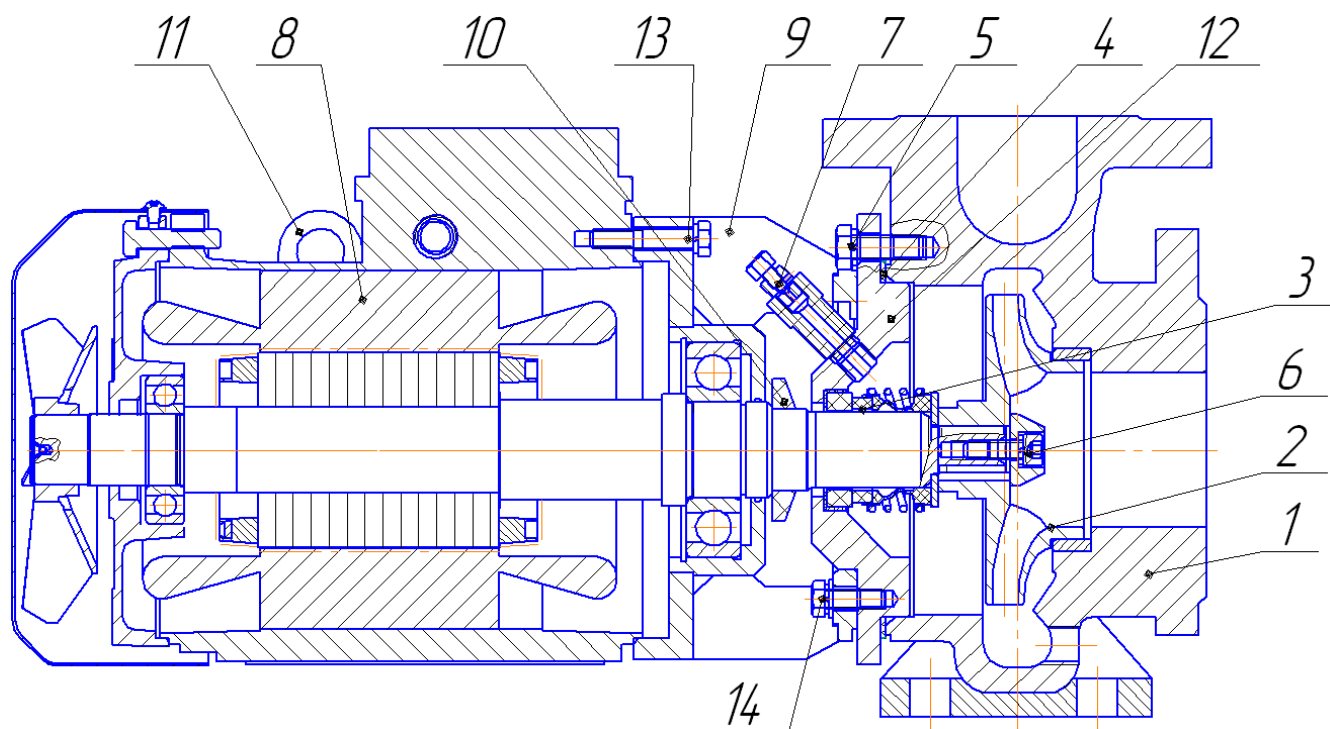

Рис. 3. Общий вид электронасоса ЦМК - Ех.
3. Открутить болты поз. 5. (рис. 3) соединяющие проставку (фланец) поз. 9 (12) с корпусом спиральным поз. 1;